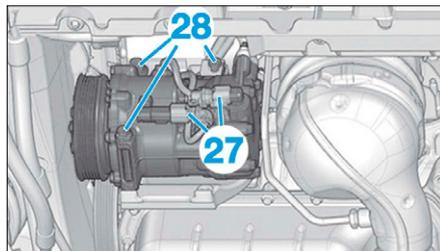

FIG. 105
- Débrancher les connecteurs (27) (Fig.105).
- Déposer les fixations du compresseur (28).